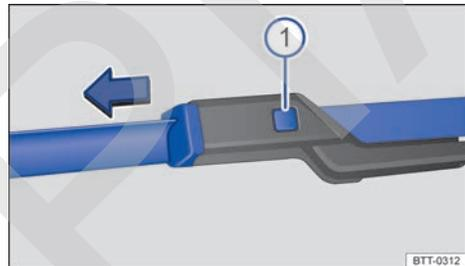

Fig. 164 Cambio de las escobillas limpiacristales del parabrisas.
- Mantenga presionada la tecla de desbloqueo → fig. 164 ① y tire al mismo tiempo de la escobilla en el sentido de la flecha.